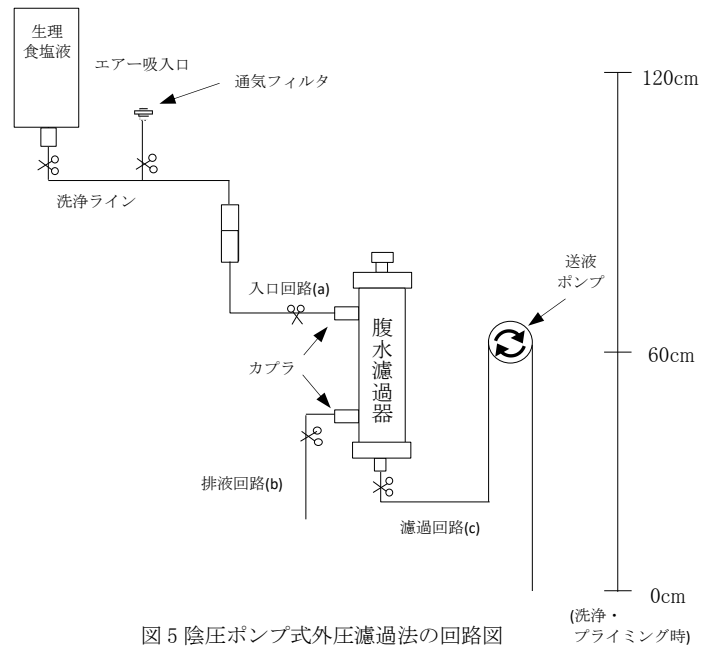

図5 陰圧ポンプ式外圧濾過法の回路図
- 1) 本品をイルリガードル台のホルダーに取り付ける。(以降の手順に従い、図5の通り接続する)